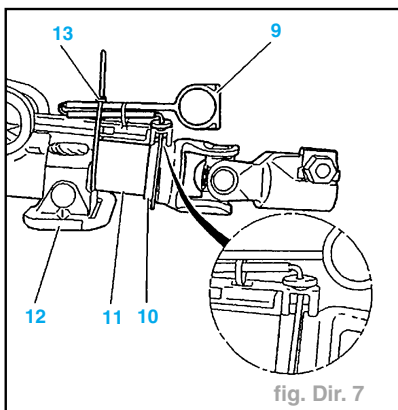

fig. Dir. 7
- Vérifier que la bague (10) est centrée par rapport au gabarit (9) (fig. Dir. 7).
- Effectuer une translation de la colonne (11) par rapport au carter (12) (si nécessaire).